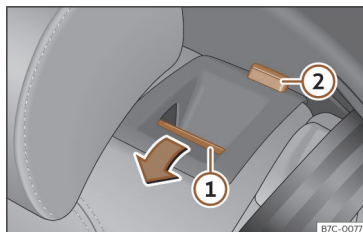

Fig. 69 Banquette arrière : rabattre le dossier.
>>> fig. 69 ① vers l'avant en abaissant simultanément le dossier. Le dossier arrière est déverrouillé lorsqu'un repère rouge est visible sur la touche ②.